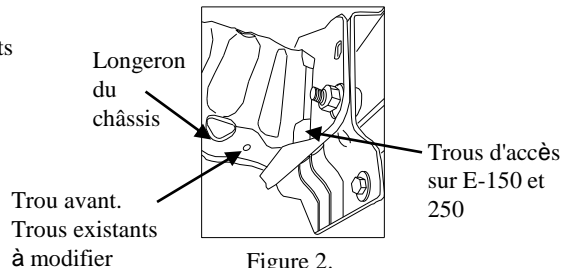
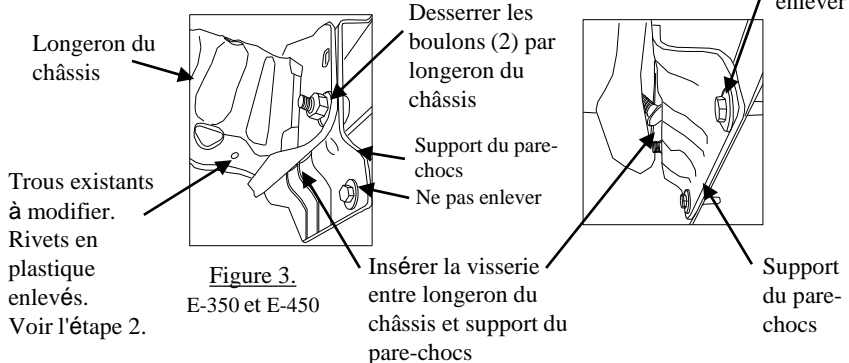

Figure 2.
Figure 3.
- Si c'est nécessaire (E-350 et E-450), enlever tous les rivets en plastique (voir la figure 3) de la fixation avant sur le véhicule. Plier le plastique entre le capot plastique et le longeron du châssis.
- Insérer les boulons de carrosserie et les entretoises à travers le point d'accès de l'extrémité avant du longeron du châssis (E-150 et 250), en utilisant un fil de traction comme illustré. Voir la figure 2. Remarque : pour E-350 et E-450 desserrer les boulons à l'extrémité du longeron de châssis (voir la figure 3) et du support de pare-chocs, suffisamment pour insérer la visserie dans l'orifice à l'extrémité du longeron de châssis. **Ne pas enlever complètement les boulons.** Voir la figure 3. Le pare-chocs peut descendre légèrement. Après l'insertion de la visserie dans le longeron du châssis, relever et resserrer les boulons.